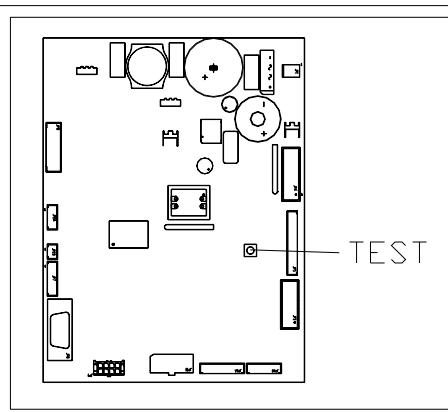

Abb. 7
- Den Knopf TEST Abb. 7 auf der Hauptsteuerkarte im Fach des Münzspeichers drücken. Auf dem Display erscheint die Meldung "**Die aufzufüllende Platte wählen**".
- d) Nach Einfüllung der neuen Ware den Knopf **OK** drücken (Shopper-Knopf), um das Vorhandensein von Ware im Schacht zu registrieren und das Haltbarkeitsdatum einzustellen, bei dessen Ablauf der Verkauf dieser Ware nicht mehr zugelassen wird. Wenn keine Ware eingefüllt wurde, die entsprechende Auswahl Taste für den nächsten Schacht wählen. Dieser Vorgang wird solange fortgesetzt, bis alle Schächte registriert sind oder zum Wiederauffüllen eine andere Platte gewählt wird. Der Automat wechselt nach der Analyse aller Platten automatisch vom Füllmodus in den Normalmodus. Der Füllmodus kann jederzeit durch Betätigung des Knopfes TEST Abb. 7 verlassen werden.
- e) Wenn eine Kategorie **Fifo** aufgefüllt wird, müssen alle Schächte lückenlos nacheinander befüllt werden. Wenn nicht genug Produkte zum Füllen einer Fifo-Kategorie zur Verfügung stehen: Den Knopf **OK** drücken, nachdem das letzte Produkt zugeführt wurde und anschließend den Füllmodus verlassen (Knopf TEST Abb. 7) oder die nächste zu befüllende Platte auswählen.
- 2) Die Taste TEST Abb. 7 drücken, die auf der Hauptkontrollplatte des Münzgerätfaches befindet; auf dem Display erscheint die Schrift **"Trommel zum Befüllen auswählen"**.
- 5) Die Taste TEST Abb. 7 drücken, um in jedem Moment den Freiverkauf zu verlassen.